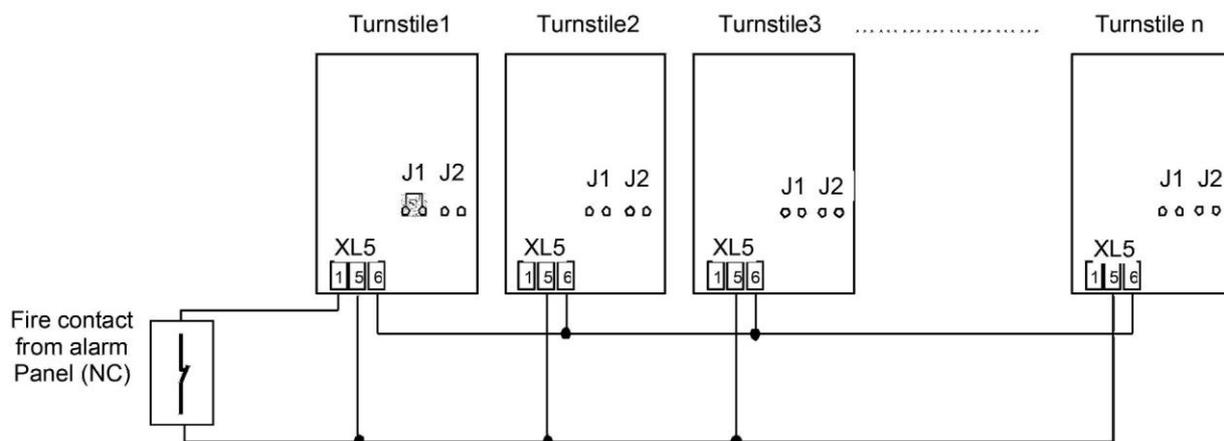

Figure 5.7 Alarm cable connection diagram
Der Notkontakt der Alarmzentrale (Normally closed - NC) muss an das erste Drehkreuz einer Drehkreuzgruppe angeschlossen werden. Die anderen Drehkreuze müssen über ein 2x0,50 mm Alarmkabel verfügen, das nacheinander miteinander verbunden wird. Eine Notverbindung kann mit einem einzigen Kontakt hergestellt werden, indem beliebig viele Drehkreuze gruppiert werden. Die Jumper J2 auf der Steuerkarte der Drehkreuze mit Notanschluss müssen entfernt werden. In der folgenden Verbindung ist ein Öffnerkontakt (NC) von der Alarmzentrale erforderlich. Wie in der Abbildung gezeigt, ist der Jumper J1 auf der Steuerplatine im ersten Drehkreuz mit Alarmkabel installiert, während er bei anderen Drehkreuzen nicht installiert ist. Falls installiert, muss es definitiv entfernt werden. (Abbildung 5.7) Pin 6 (GND) der Klemme XLS der Plattenspieler sind miteinander verbunden, und die Notruffeingänge Pin 5 sind miteinander verbunden. Schließlich wird der Notkontakt der Alarmzentrale an Pin 1 (+ 24 VDC) und Pin 5 der Klemme XL5 angeschlossen.